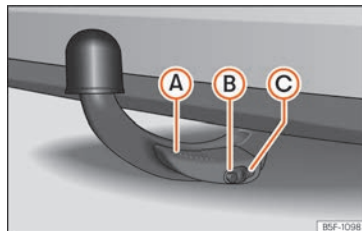

Abb. 298 Ordnungsgemäß befestigter abnehmbarer Kugelkopf
- Der Hebel (A) »» Abb. 298 ist vollständig angehoben.
- Der Entriegelungsbolzen (B) »» Abb. 298 steht komplett heraus (sein rot-grüner Teil ist sichtbar).
- Die Abdeckung (C) »» Abb. 298 sitzt auf dem Schloss.